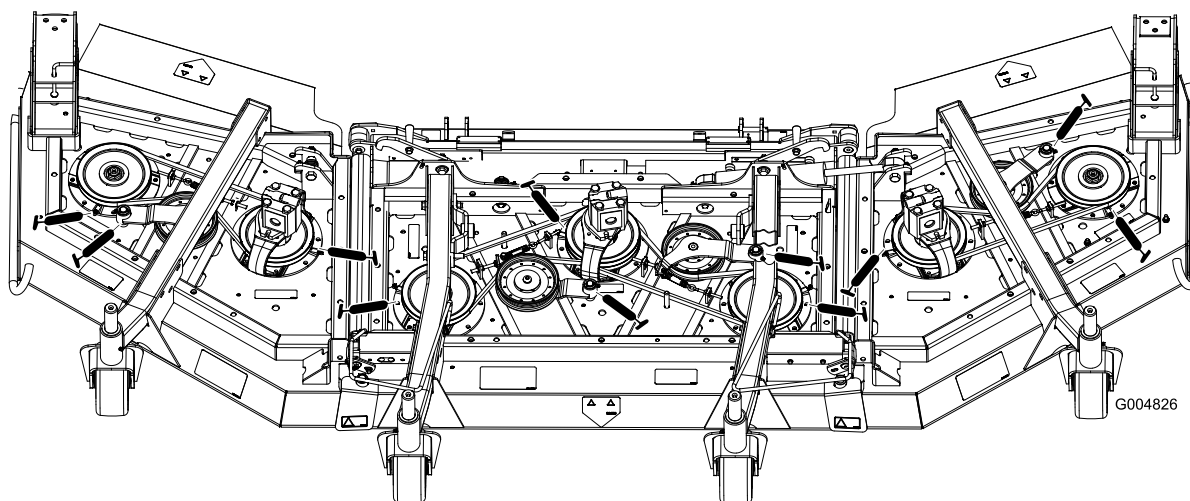

Figura 70
- Cojinetes de eje (3) (situados debajo de la polea) (Figura 70).
- Casquillos del pivote del brazo tensor (2) (Figura 70)